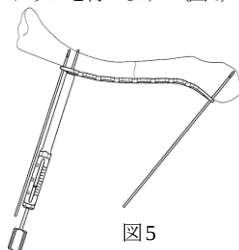

図5
- 6) 鎖骨ロックングプレート用デプスゲージの先端フックを反対側皮質に引っ掛け、スケールを読み取ります。 (図5)